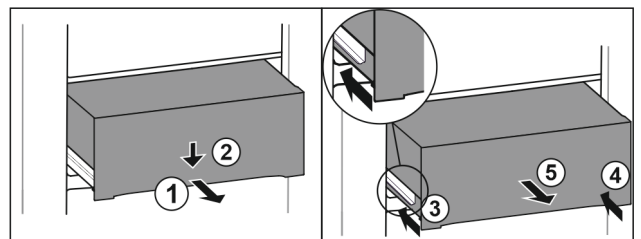

Fig. 131
- ▶ Estrarre il cassetto a metà. Fig. 131 (1)
- ▶ Premere il cassetto sul lato anteriore verso il basso. Fig. 131 (2)
- ▶ Spingere la guida sinistra di circa 2 cm verso l'interno. Fig. 131 (3)
- ▶ Spingere la guida destra di circa 2 cm verso l'interno. Fig. 131 (4)
- ▶ Rimuovere il cassetto tirandolo in avanti. Fig. 131 (5)